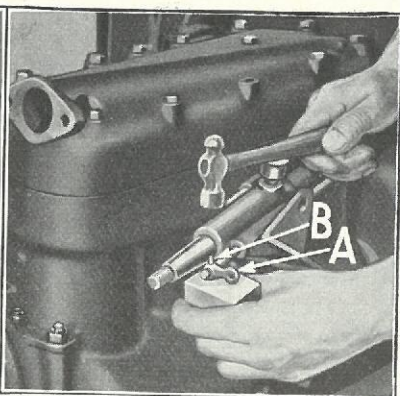

Fig. 96
- (b) Sæt Reguleringsarmen (Fig. 96-A) paa Tændingsreguleringsstangen og sikrer dens Stilling ved at drive Reguleringsstangstiften »B« igennem saavel Reguleringsarm som Tændingsreguleringsstang og nit Stiften i begge Ender.